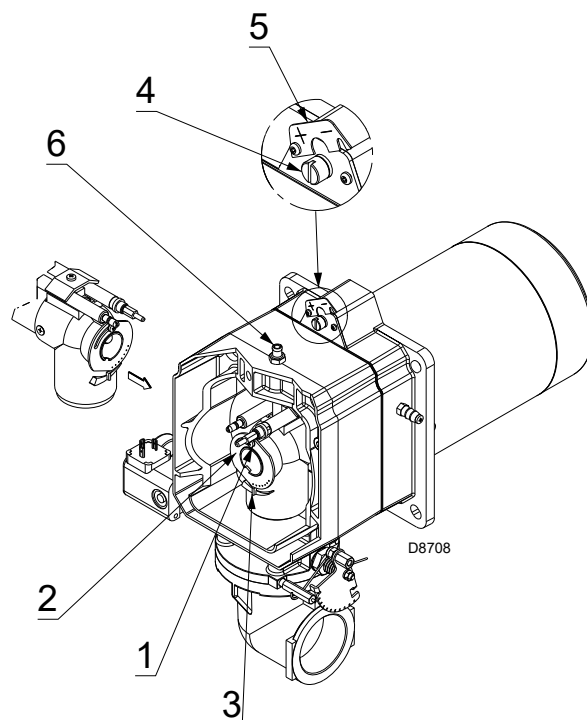
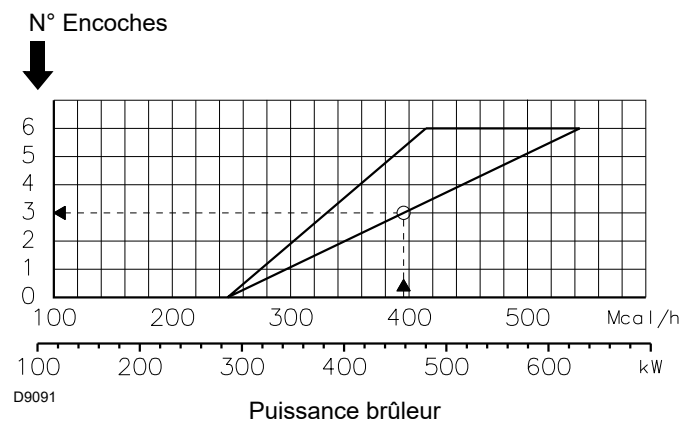

Fig. 13
Fig. 14
lorsque la puissance MIN. est comprise entre 80 ÷ 129 kW, la bague 2)(Fig. 13) est réglée à 0.
Trouver sur le diagramme (Fig. 14) l'encoche à laquelle régler tant l'air que le gaz/l'air central:
- tourner la vis 4)(Fig. 13) jusqu'à faire coïncider l'encoche trouvée avec le plan avant 5) de la bride.
- Desserrer les vis 1)(Fig. 13) et tourner la bague 2) jusqu'à ce que l'encoche trouvée coïncide avec l'index 3).
Les réglages du gaz et de l'air s'effectuent sur l'encoche 3, comme indiqué sur la Fig. 14.
Le diagramme indique le réglage optimal de la bague 2)(Fig. 13). Si la pression du réseau d'alimentation en gaz est très faible et qu'elle ne permet pas d'atteindre la "Pression gaz" à la page 19 à la puissance MAX., et si la bague 2) n'est ouverte qu'en partie, il est possible d'ouvrir encore cette bague de 1 ou 2 encoches.
A = Bague du gaz 2)(Fig. 13 à la page 16) réglée selon le diagramme (Fig. 14 à la page 17).
B = Bague du gaz 2)(Fig. 13 à la page 16) réglée sur zéro.
Bague du gaz 2)(Fig. 13 à la page 16) réglée selon le diagramme (Fig. 14 à la page 17).